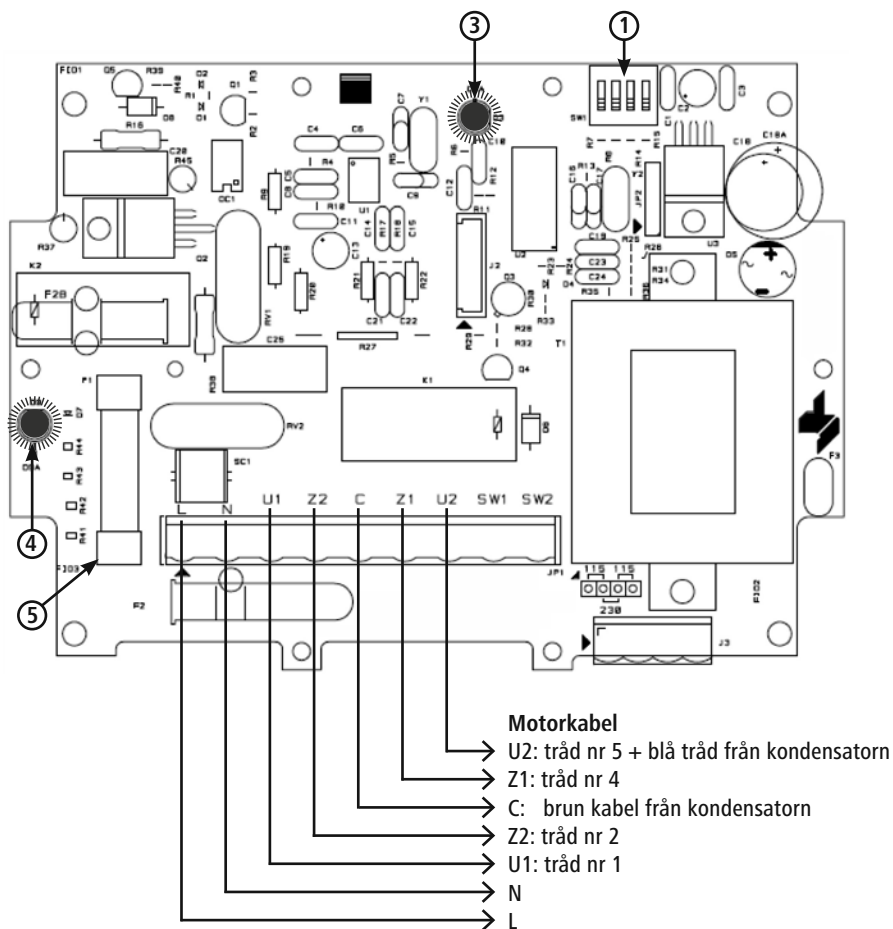

Bild 7: Schema huvudstyrtort
Motståndets gränsvärde (= frånkopplingsmotståndet) kan regleras med det svarta dip-switch-elementet (pos. 1; bild 7) på styrkortet. Justeringen bör alltid göras av en behörig elektriker som kan öppna styrenheten på ett säkert sätt.